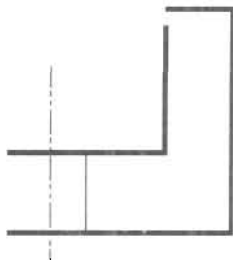

图 7-80
(7) 系统默认的填充图案与边界是 ()。
(8) 在 AutoCAD 2013 中, 如图 7-80 所示的图形, 能否在右半部分填充图案? ()
(9) 在 AutoCAD 2013 中, 能否对填充的图案进行裁减? ()